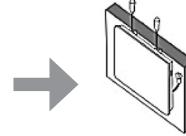

Fig. 4
4. Utilizzare le due viti (rimosse in precedenza) per fissare il pannello di riscaldamento alla parte superiore del telaio. (Fig. 4)